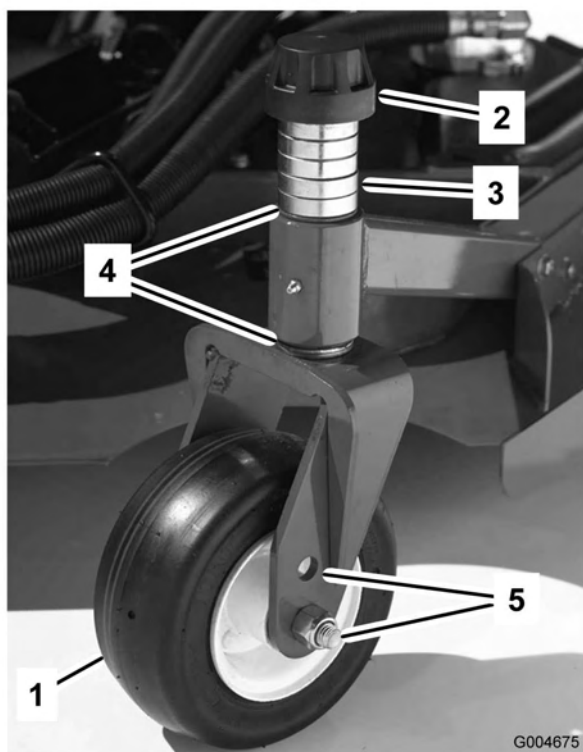
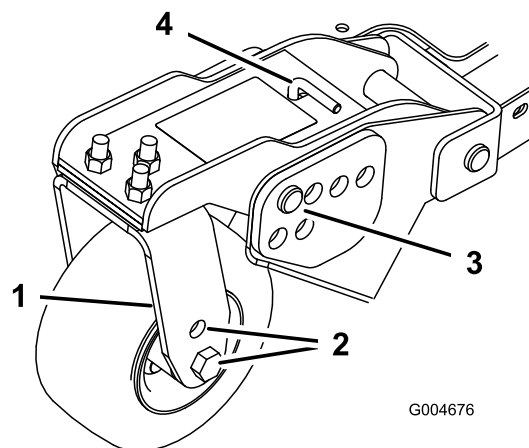
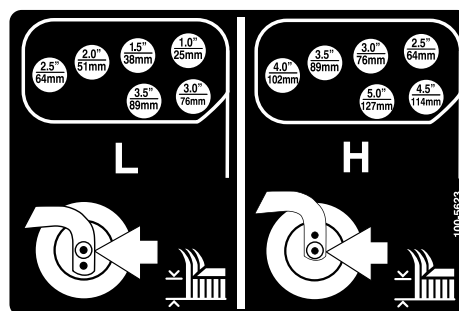

Figura 18
Figura 20
Figura 21
1. Coloque os eixos da roda giratória nos mesmos orifícios em todas as forquilha da roda giratória (Figura 18 e Figura 20). Consultar o quadro seguinte para determinar quais os orifícios adequados para cada posição.
2. Retire a tampa de fixação do eixo roscado e desloque o fuso (Figura 18) para fora do braço da roda giratória. Coloque ambos os calços (3 mm) no eixo, tal como se encontravam originalmente. Estes calços são necessários para atingir a mesma altura ao longo de toda a largura das unidades de corte. Desloque um número apropriado de cunhas de 13 mm para o eixo para obter a altura de corte desejada; em seguida, desloque a arruela para o eixo.
- Retire o contrapino tipo grampo e o pino de segurança dos braços articulados da roda giratória (Figura 20).
com a altura desejada dos orifícios da altura de corte na estrutura da unidade corte (Figura 20 e Figura 21).